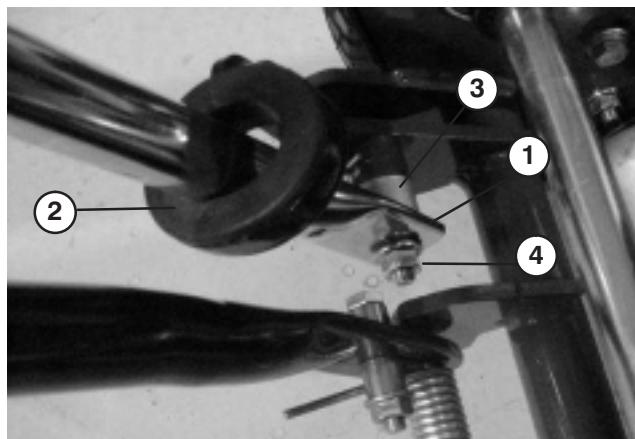

Bild 4
2. Schieben Sie die Griffenden durch die Slitze in den Griffstützarmen (Bild 4).
3. Drücken Sie die Griffenden nach innen und bauen Sie sie an der Stufe des Schwenkstifts ein (Bild 4).
4. Befestigen Sie den Griff an die Kopfschraube und dem Schwenkstift mit der Sicherungsbundmutter (Bild 4).